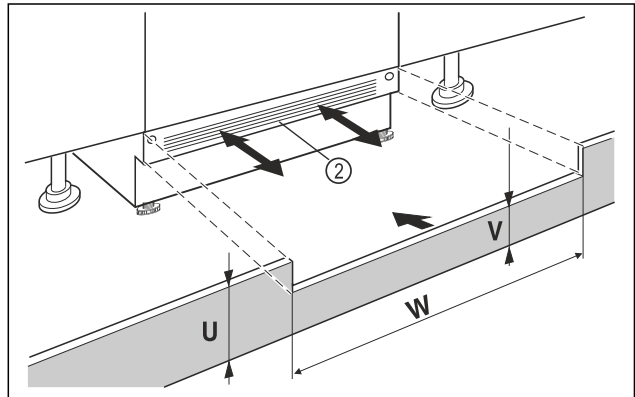

Fig. 70 Примерное изображение
- ▶ Установите цокольную панель устройства Fig. 70 (2), но еще не фиксируйте ее.
- ▶ Если цокольную панель Fig. 70 (2) видно, потяните её вперед настолько, пока передний край вентиляционной решетки не станет вровень с цокольной панелью мебели.
- ▶ Если цокольная панель Fig. 70 (2) скрыта, сдвиньте её назад как можно дальше.
- ▶ Вентиляционное отверстие должно быть полностью открытым: При необходимости следует подрезать цокольную панель мебели по высоте Fig. 70 (U)!
- ▶ Подгоните высоту перемычки Fig. 70 (W) по всей ширине ниши Fig. 70 (V) под цокольную панелью устройства Fig. 70 (2).